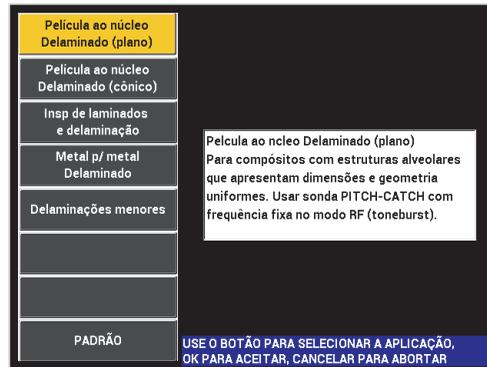
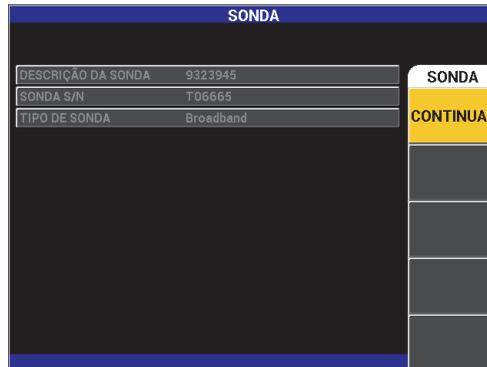
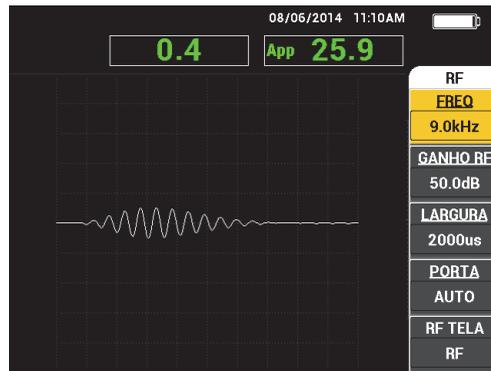

Figura 3-2 Opções das aplicações do menu de configuração rápida
Figura 3-3 Tela de reconhecimento PowerLink
Figura 3-4 Tela principal de inspeção
- Se nenhuma sonda estiver conectada, ou se a sonda que estiver conectada não for PowerLink, a primeira tela exibida pelo software BondMaster 600 é o menu de configuração rápida da aplicação (veja Figura 3-2 na página 60). Selecione entre as aplicações básicas deste menu para configurar automaticamente as configurações apropriadas do aparelho.
- Se uma sonda PowerLink estiver conectada, o BondMaster 600 inicia a tela de reconhecimento do PowerLink (veja Figura 3-3 na página 60), que permite a configuração automática do aparelho para este tipo de sonda.
- ◆ Se uma sonda PowerLink estiver conectada e a tela de reconhecimento do PowerLink é exibida (veja Figura 3-3 na página 60), carregue o programa armazenado na sonda PowerLink e realize a configuração automática do BondMaster 600 ao se pressionar a tecla A.
Depois que as etapas iniciais forem concluídas no menu de configuração rápida ou menu PowerLink, a tela de inspeção principal é exibida (veja Figura 3-4 na página 62).
A Figura 3-4 na página 62 possui o exemplo típico da tela de inspeção principal. A aparência da tela pode variar, dependendo da aplicação que é escolhida ou da aplicação PowerLink (programa) que é carregado (veja Figura 3-2 na página 60 e Figura 3-3 na página 60).